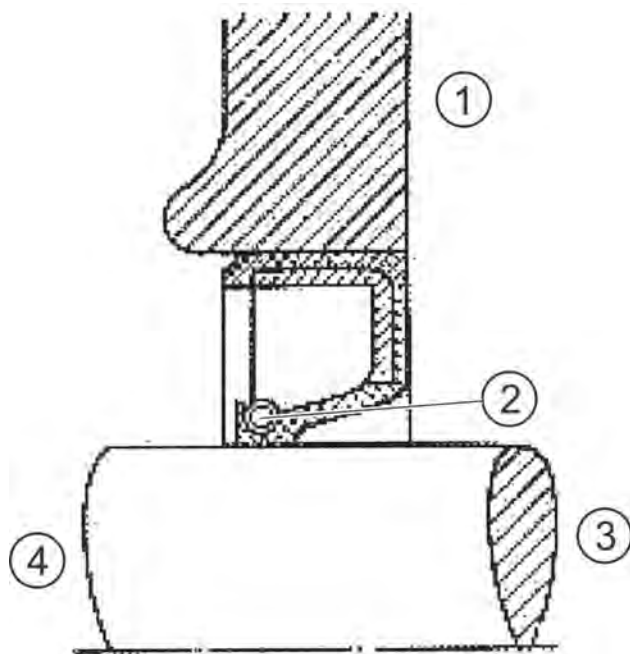

Figure 6 : Position de montage d'une bague à lèvres avec ressort sans limitation de butée
8. Si aucun rebord ou bague de sécurité n'existe dans le perçage de positionnement en tant que surface de pose (p. ex. moteur en série côté amortisseur), la bague à lèvres avec ressort doit être montée sur la surface plane concernée après mise en place (Figure 6 et 7).